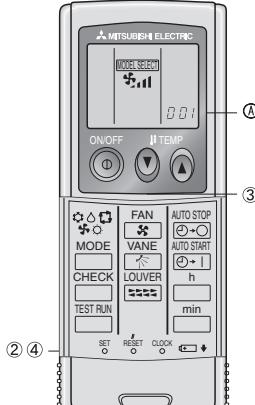

Fig. 6-6
3) Preparación inicial (Fig. 6-6)
① Introduzca las pilas.
② Pulse el botón SET con algún objeto puntaigado.